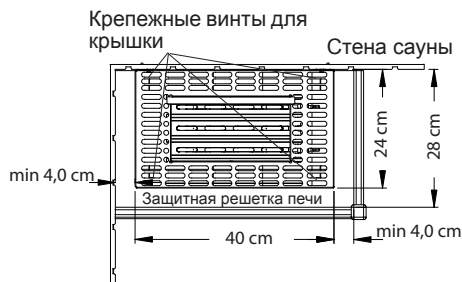

Рис. 1
1. Сначала демонтируется крышка нагревателя. Для этого отвернуть 4 винта (рис. 1), после чего снять металлическую крышку.